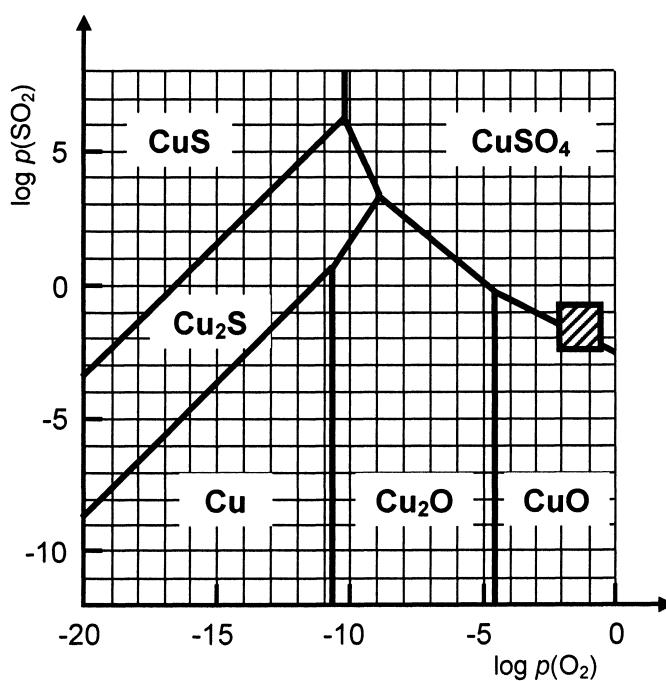

Figure c1
Ce diagramme doit être réalisé sur le document-réponse (2) fourni avec le sujet, et doit être rendu avec la copie. Pour faciliter sa construction, sont fournis (figures c1 et c2) les diagrammes similaires établis, également à 950 K, pour les systèmes Cu-O-S et Fe-O-S.
- A12. Représenter sur le document-réponse (2) (sous forme de traits discontinus) les nouveaux tracés de la droite B pour les trois températures mentionnées.
Sur le document-réponse (2), comme sur les figures c1 et c2, apparaît une zone hachurée qui correspond aux domaines de variation des pressions partielles de dioxygène et de dioxyde de soufre, telles qu'elles sont rencontrées dans les fours de grillage, soit plus précisément :